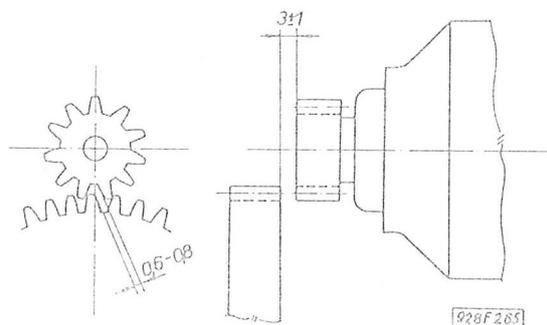

Abb. 03-83 Messen des Spiels "a" beim Einbau des Anlassers
63. Den Anlasser an die rechte Motorseite anbauen. Beim Anbau muss das Spiel "a" zwischen der Stirnfläche des Anlasserritzels und der Stirnfläche des Zahnkranzes/Abb. 03-83/ kontrolliert werden. Der richtige Wert soll 3 ± 1 mm sein. Im Falle, dass das Spiel kleiner ist, wird unter die Stirnfläche des Anlassers die notwendige Anzahl Ausgleichscheiben Zchg. Nr. 103.21.08 untergelegt.